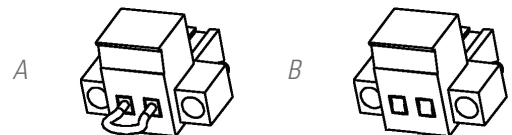

Fig. 9. Conector para o EPO externo.
- Por defeito, o equipamento é enviado de fábrica com o tipo de circuito de EPO fechado (NC). Ou seja, que o UPS realiza o corte de abastecimento elétrico de saída, paragem de emergência, ao abrir o circuito:
- ☐ Também ao retirar o conector fêmea da base onde estiver inserido. Este conector está ligado a um cabo como derivação que fecha o circuito (ver Fig. 9 A).
- ☐ Ou ao acionar o botão externo ao equipamento e pertencente ao utilizador e instalado entre os terminais do conector (ver Fig. 9 B). A ligação ao interruptor deve ser realizada no contacto normalmente fechado (NC), pelo que abrirá o circuito ao ser acionado.